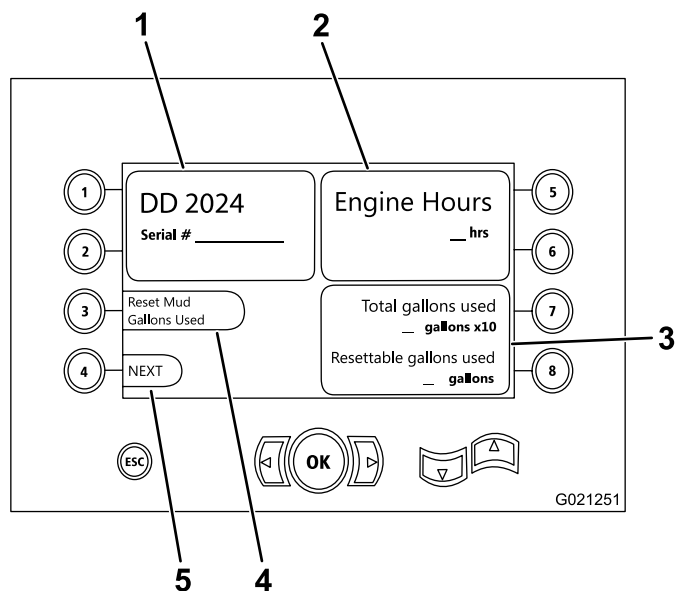

Рисунок 14
- Модель и серийный номер машины (Рисунок 14).
- Нарботка двигателя машины в часах (Рисунок 14).
- Количество галлонов использованного бурового раствора и сбрасываемое количество использованных галлонов бурового раствора (Рисунок 14).
Примечание: Нажмите кнопку 3 для сброса количества использованных галлонов бурового раствора с момента последнего сброса этой величины (Рисунок 14).